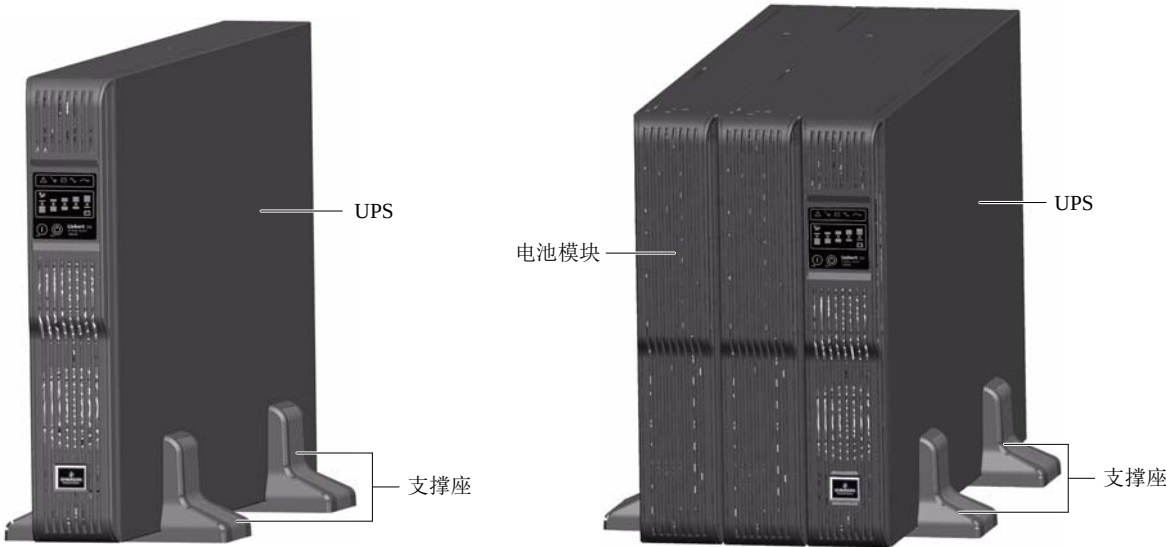

图2-6 安装 UPS 和电池模块
5. 将 UPS 和电池模块（如配置）放置于支撑座和中间座上，每台 UPS 需要安装 2 对支撑座，如图 2-6 所示。